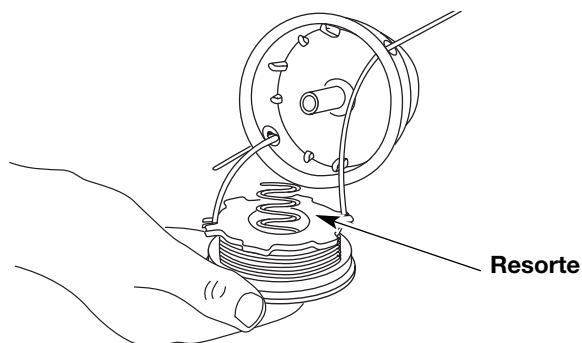

Fig. 23
13. Inserte los extremos de la línea a través de los ojalillos de la bobina exterior y coloque el carrete interior con el resorte dentro de la bobina exterior (Fig. 23). Empuje el carrete interior y la bobina exterior entre sí. Mientras sostiene el carrete interior y la bobina exterior, tome los extremos y tire con firmeza para soltar la línea de las ranuras de fijación de la bobina.
5. Inserte los extremos de la línea en los ojalillos de la bobina exterior (Fig. 23).